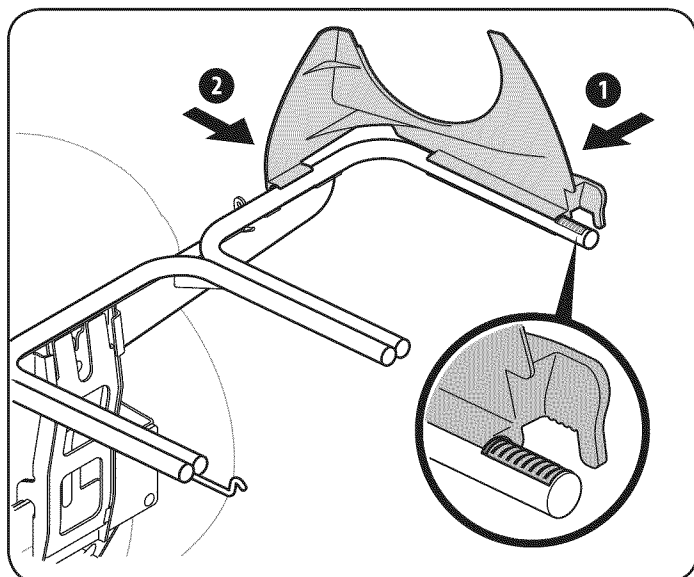

Figure 31
1. Calce a presión el soporte del canal superior colocando primero el lateral sobre el riel de soporte del cubo con el borde que calza a presión alineado con la línea roja (1), como se ve en el recuadro de la Figure 31.
2. Calce a presión la parte delantera del soporte del canal superior en el soporte del cubo, como se ve en 2 de la Figure 31.